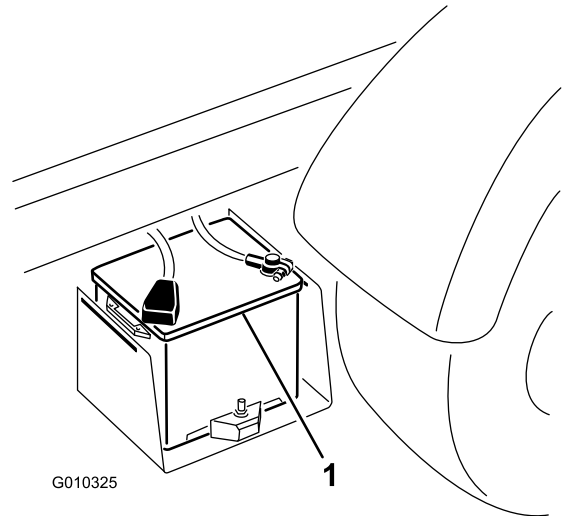

Figure 53
2. Raccordez un câble de démarrage entre les bornes positives des deux batteries (Figure 53). La borne